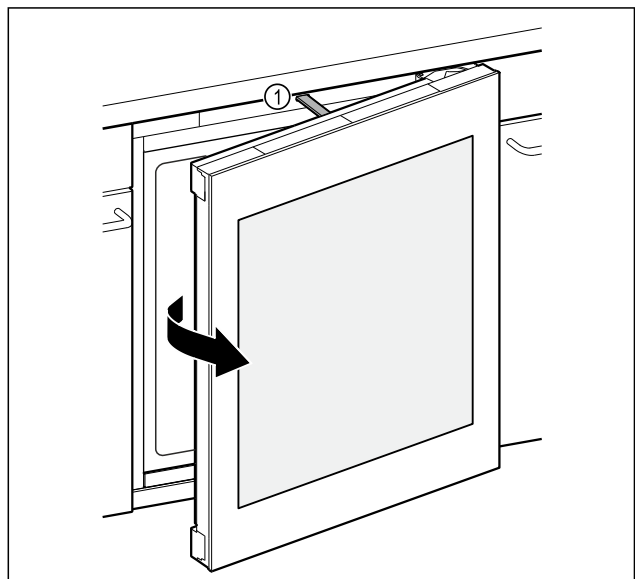

Fig. 88
- ▶ Штовхач Fig. 88 (1) відчинить двері приблизно на 7 см.